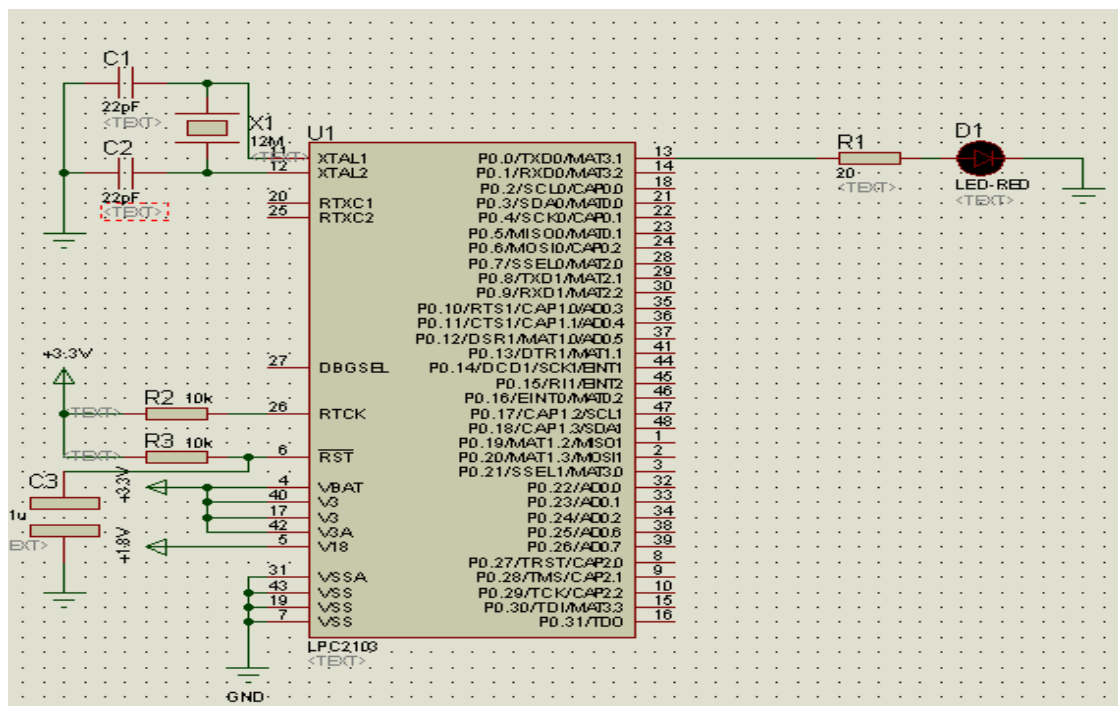

图1 LPC2103 与 LED 灯接口电路图
3. 用工程模板建立第一个工程。使用 PROTEUS 画出电路图(如图1),使用 KEIL 编写程序(程序清单3)。